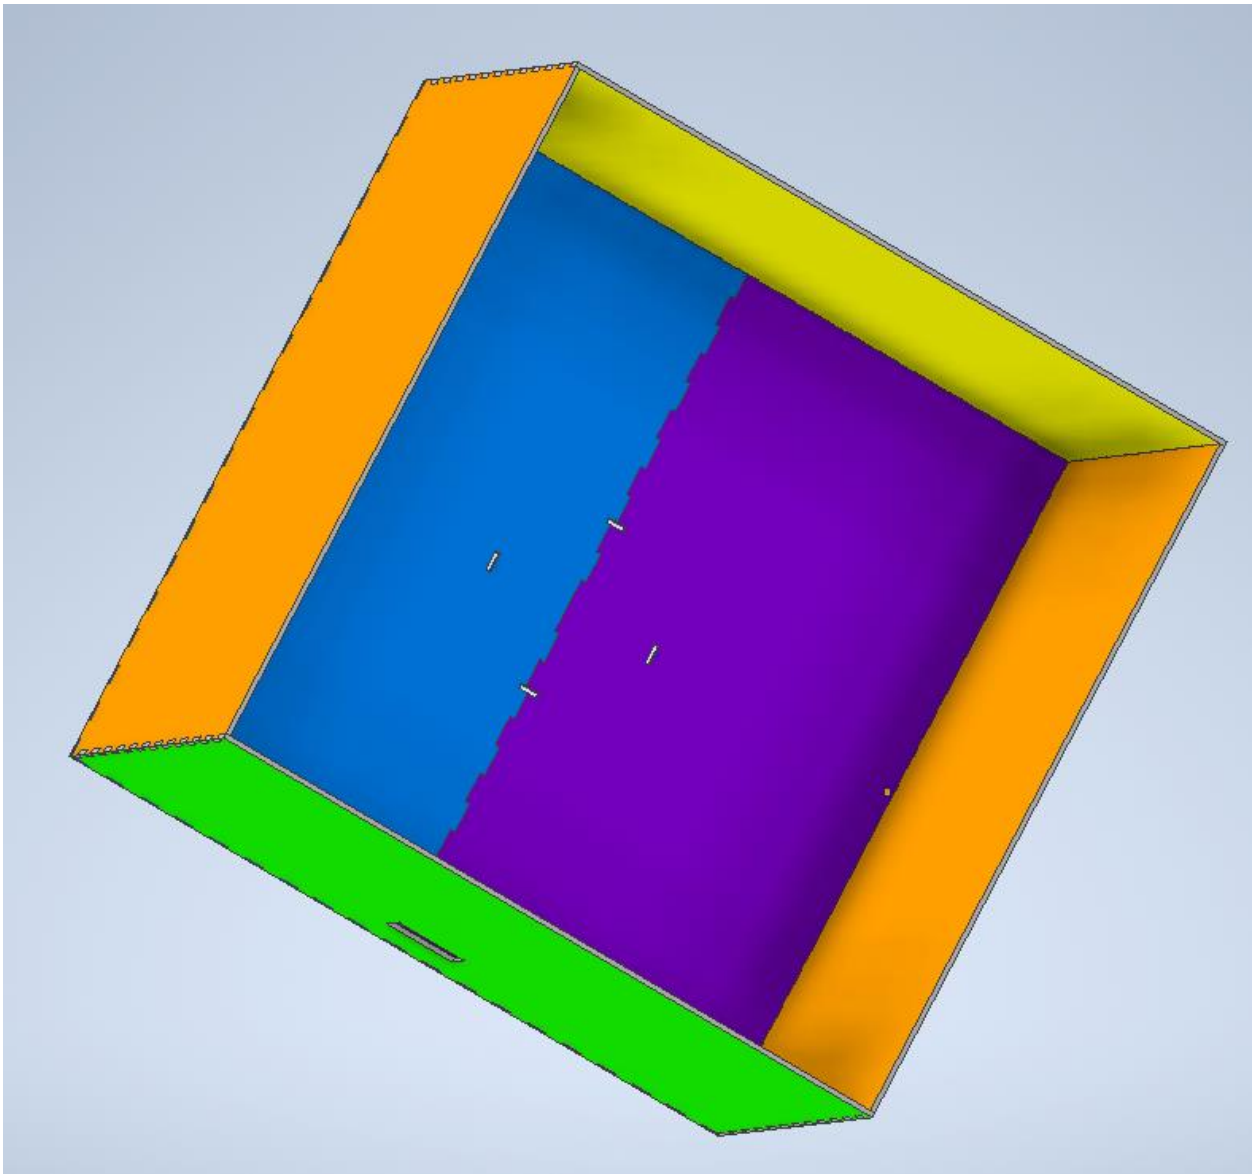

Рис. 2
2. Соединить детали Дно (1, 2) со Стенками (1, 2, 3, 3) таким образом, чтобы детали Стена(3) и детали Стена(1), Стена(2) оказались попарно противоположны, соединив пазы в боковых частях деталей с соответствующими пазами в боковых частях других деталей и пазы в нижней части деталей с соответствующими пазами дна. (См. рис. 2)